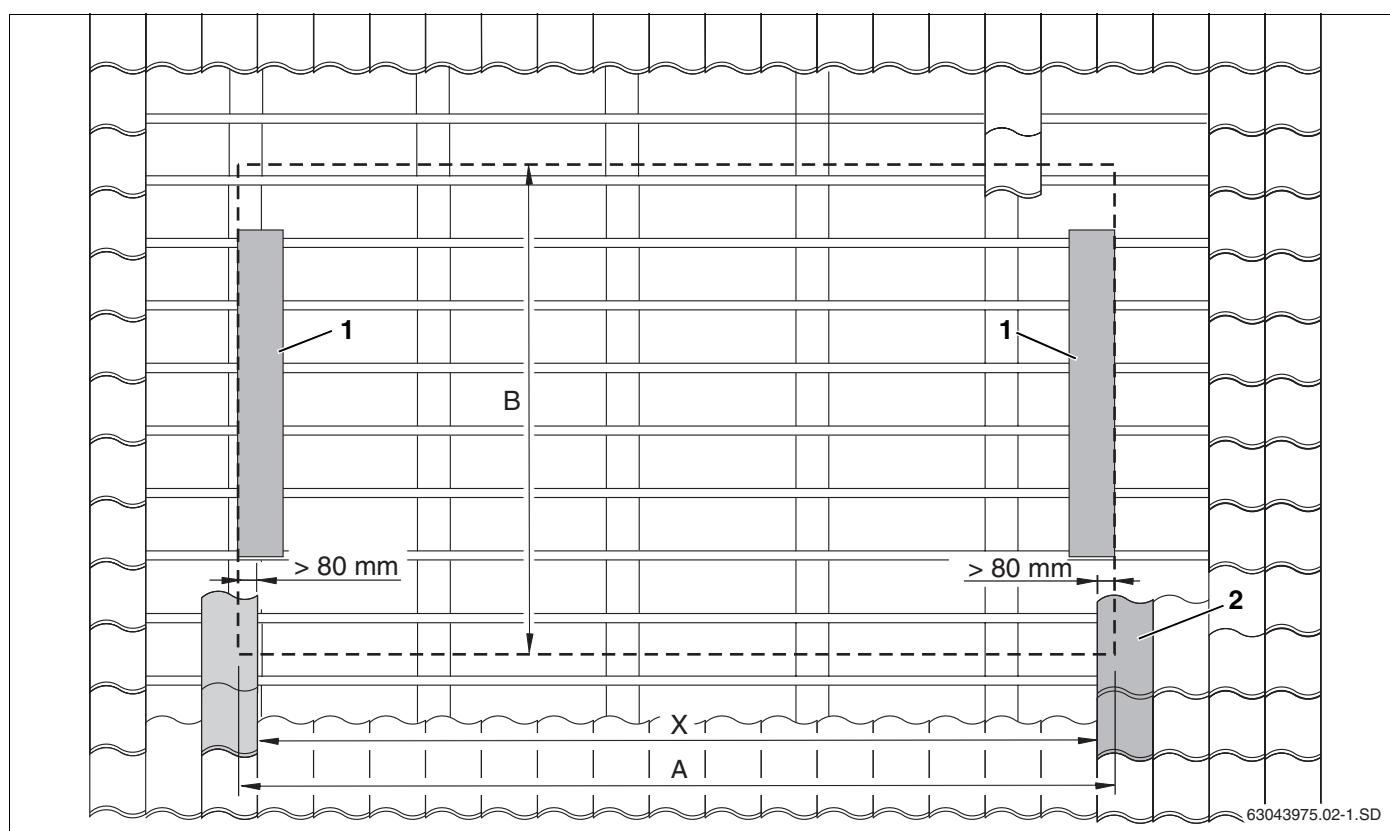

Рис. 8 Определение точного положения поля коллекторов
- Определите и отметьте на крыше размер X (расстояние между черепицами, лежащими на боковых накладных листах, рис. 8, поз. 1).
- Установите самый нижний ряд черепицы учетом размера В (рис. 8, поз. 2).